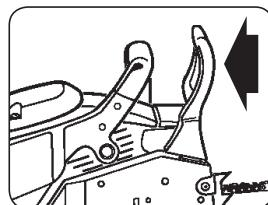

Рис. 5A
1. Цепи не приведен в действие (цепь может перемещаться), когда рычаг тормоза оттянут назад и застопорен (Рис. 5A).